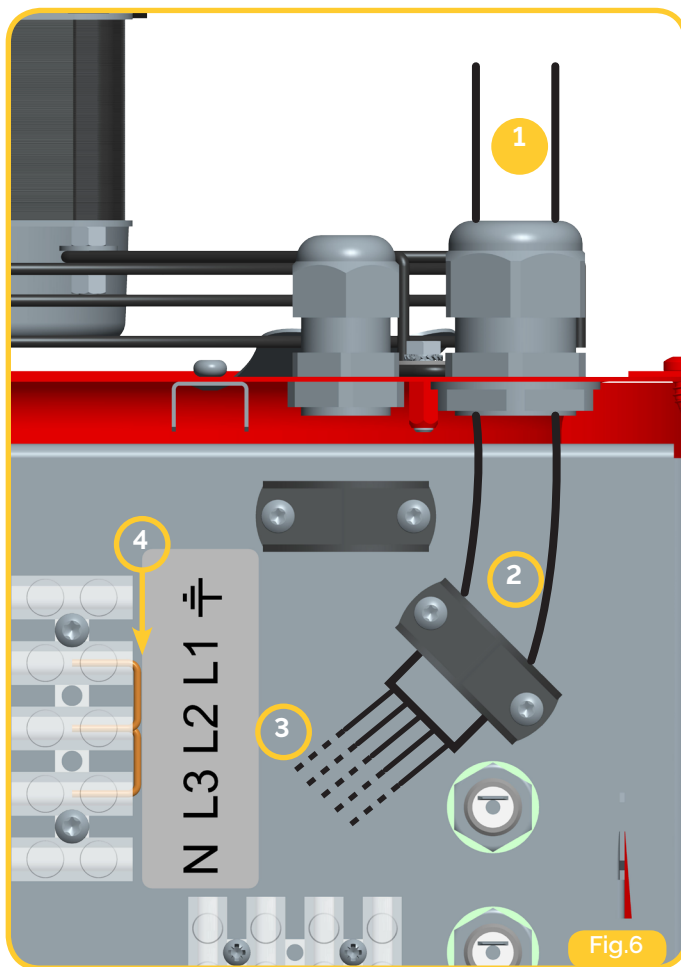

Fig.6
- Passer le câble d'alimentation dans le presse-étoupe (Fig. 6 ①).
- Serrer le câble avec le serre-câble (Fig. 6 ②).
- Raccorder les fils au domino (Fig. 6 ③).
pour un raccordement en 230V Mono, positionner 1 shunt entre L 3 et L 2 et l'autre shunt entre L 2 et L 1 comme indiqué Fig. 6 ④